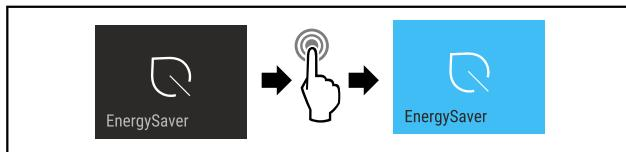

Fig. 14
- Провести етапи операцій (див. Fig. 14).